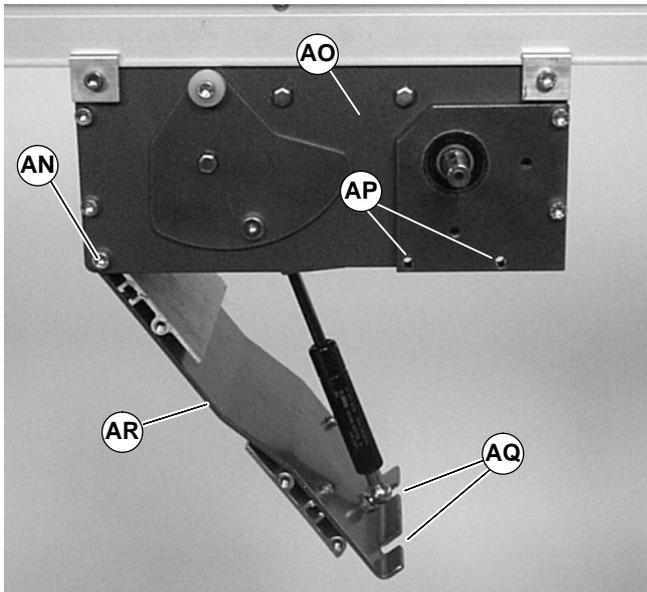
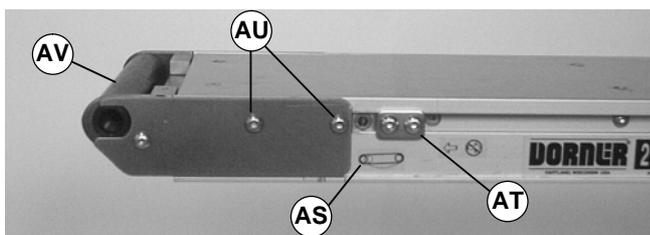
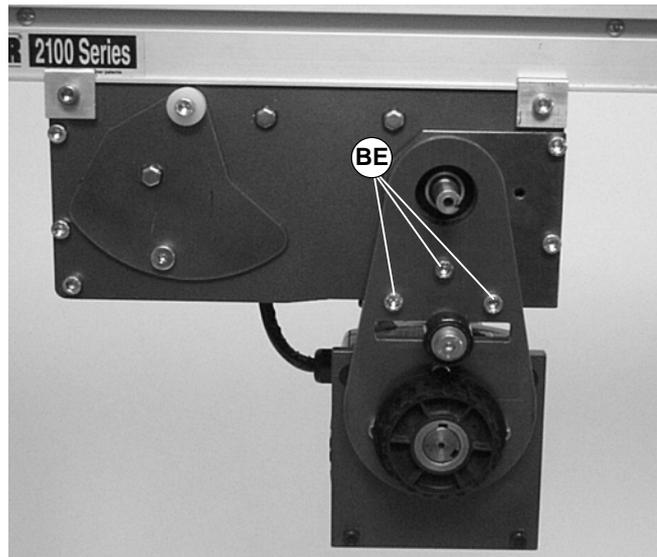

Abbildung 15
Abbildung 16
Abbildung 20
2. Die hintere Deckplatte abnehmen (AK).
3. Den unteren Abstreifer (AI) durch den Seitenschlitz der Endplatte schieben (AL).
5. Eckschrauben (AN siehe Abbildung 15) auf jeder Seite des Mittenantriebsmoduls lösen (AO).
6. Die Spannbodenschrauben (AP) auf jeder Seite des Mittenantriebsmoduls entfernen.
7. Durch die Fingergreiflöcher (AQ) den Spannboden öffnen (AR), um die Gurtspannung zu verringern.
8. Am Spannende des Förderers, das mit einem  Etikett (AS siehe Abbildung 16) identifiziert ist, Spurführungsnocken (AT) und Deckplattenschrauben (AU) zu beiden Seiten des Förderers lösen.
7. Drei Montageschrauben (3) (BE siehe Abbildung 20) abnehmen und Montagesatz für Getriebemotoren abnehmen.
8. Eckschrauben (AN siehe Abbildung 15) auf jeder Seite des Mittenantriebsmoduls lösen (AO).
9. Die Spannbodenschrauben (AP) auf jeder Seite des Mittenantriebsmoduls entfernen.
**HINWEIS:** Bei der vertikalen Montage wurden zwei Schrauben (BE siehe Abbildung 20) in Schritt 7.
10. Durch die Fingergreiflöcher (AQ) den Spannboden öffnen (AR), um die Gurtspannung zu verringern.
11. Am Spannende des Förderers, das mit einem  Etikett (AS siehe Abbildung 16) identifiziert ist Spurführungsnocken (AT) und Deckplattenschrauben (AU) zu beiden Seiten des Förderers lösen.
12. Die Spurführungsnocken zur Förderermitte hin schieben, und das Ende (AV) in den Förderbandrahmen drücken.